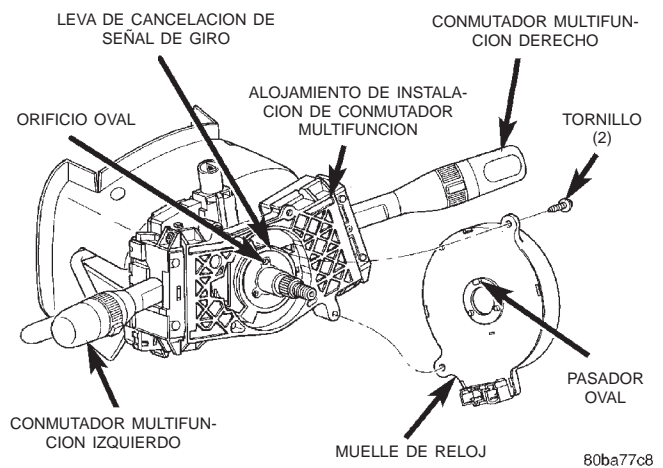

Fig. 16 Desmontaje e instalación del muelle de reloj
(9) Retire los dos tornillos que fijan la caja del muelle de reloj al alojamiento de instalación del conmutador multifunción (Fig. 16).